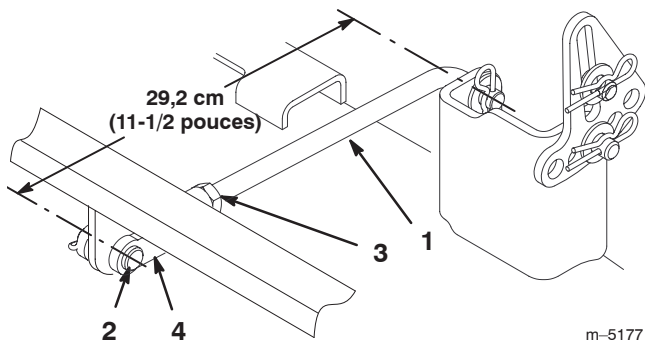

Figure 40
6. Mesurez la longueur du tourillon arrière (Fig. 40). Si elle n'est pas égale à 29,2 cm (11-1/2 pouces), enlevez l'axe de chape et la goupille fendue à l'extrémité du tourillon (Fig. 40), desserrez l'écrou de blocage et tournez la chape jusqu'à obtention de la longueur voulue (29,2 cm ou 11-1/2 pouces). Fixez ensuite la chape avec l'axe et la goupille fendue. Répétez la procédure de l'autre côté de la tondeuse.
- Quand l'inclinaison avant/arrière voulue est obtenue, serrez les écrous de blocage (Fig. 40 et 42).